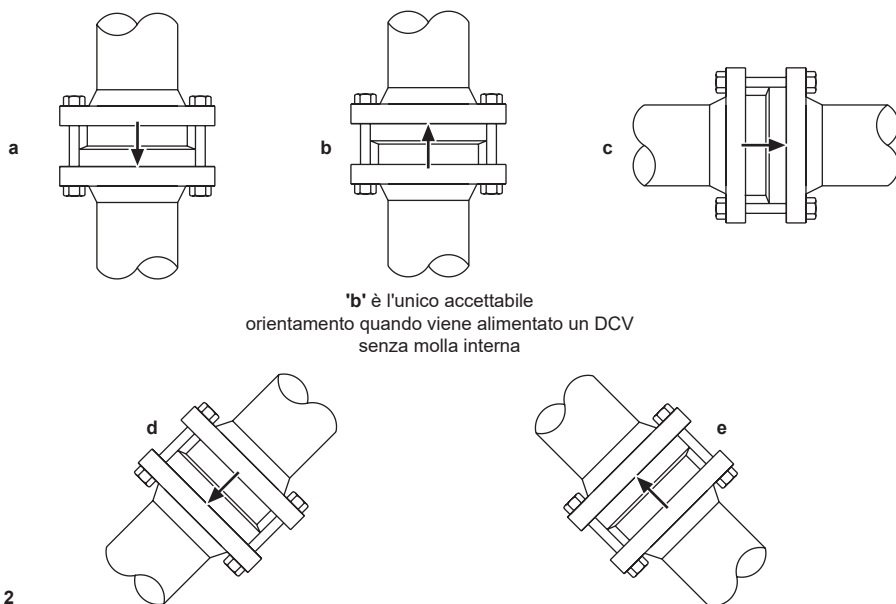

Fig. 2
- 3.5** Le valvole di ritegno a disco si inseriscono semplicemente tra due flange di tubi (vedi Fig. 2). Le guarnizioni standard vengono utilizzate su entrambi i lati della valvola insieme a bulloni o prigionieri più lunghi. Nota: flange, bulloni (o prigionieri), dadi e guarnizioni di giunzione devono essere forniti dall'installatore. Si deve seguire la normale prassi di bullonatura delle flange, ad esempio il serraggio in coppia dei bulloni in sequenza opposta.